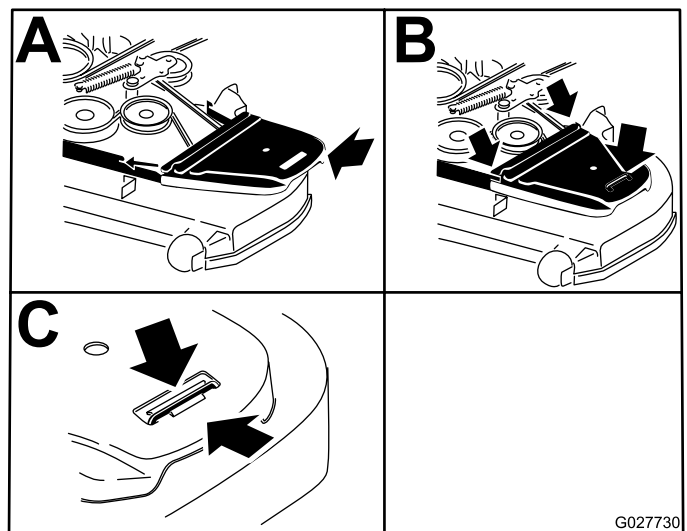

Figura 75
12. Instale las cubiertas de la correa (Figura 75).